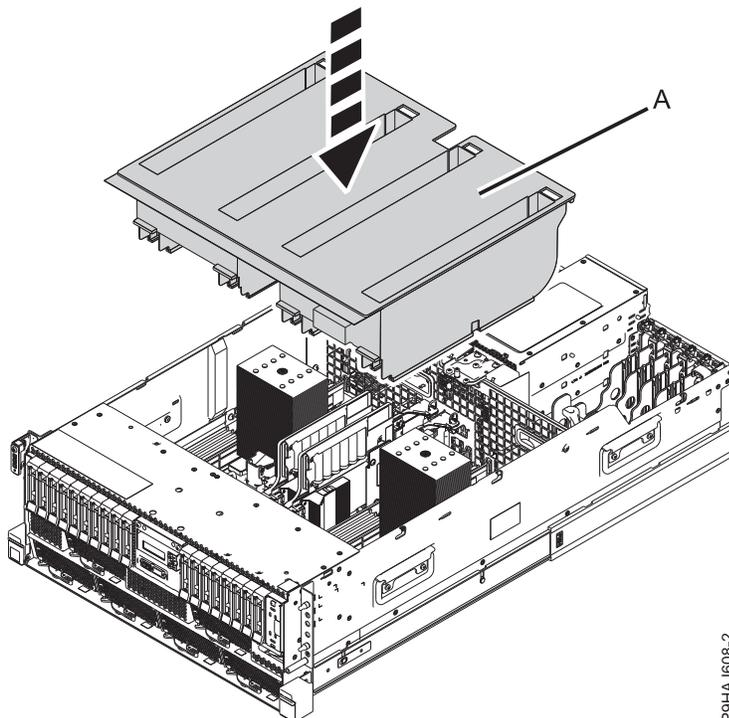
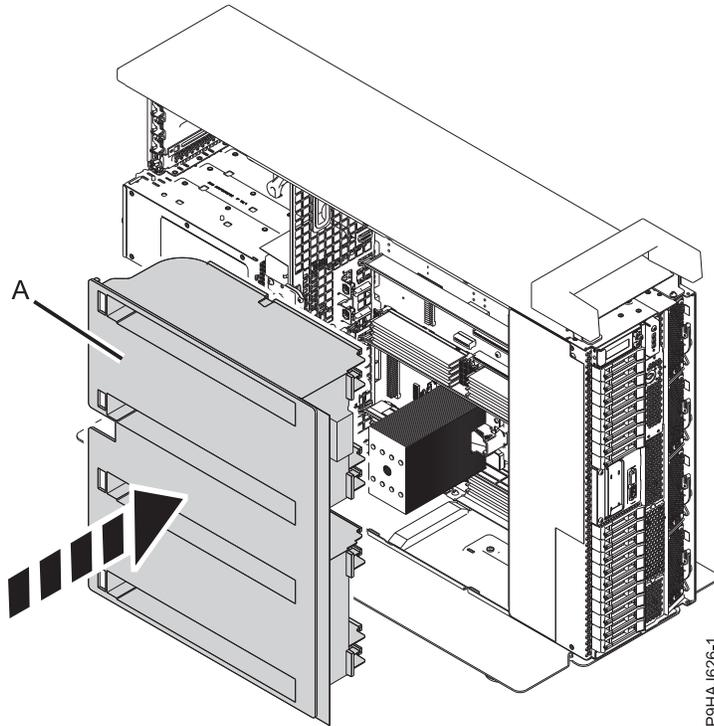

Figure 65. Remise en place de la grille d'aération sur un système monté en armoire
Figure 66. Remise en place de la grille d'aération sur un système autonome
2. Pour un système monté en armoire, remettez en place la grille d'aération (A) directement dans le châssis, comme illustré dans la figure 65. Pour un système autonome, remettez en place la grille d'aération (A) directement sur le côté du châssis, comme illustré dans la figure 66, à la page 86. Assurez-vous que le flap avant se replie au-dessous du châssis avant.